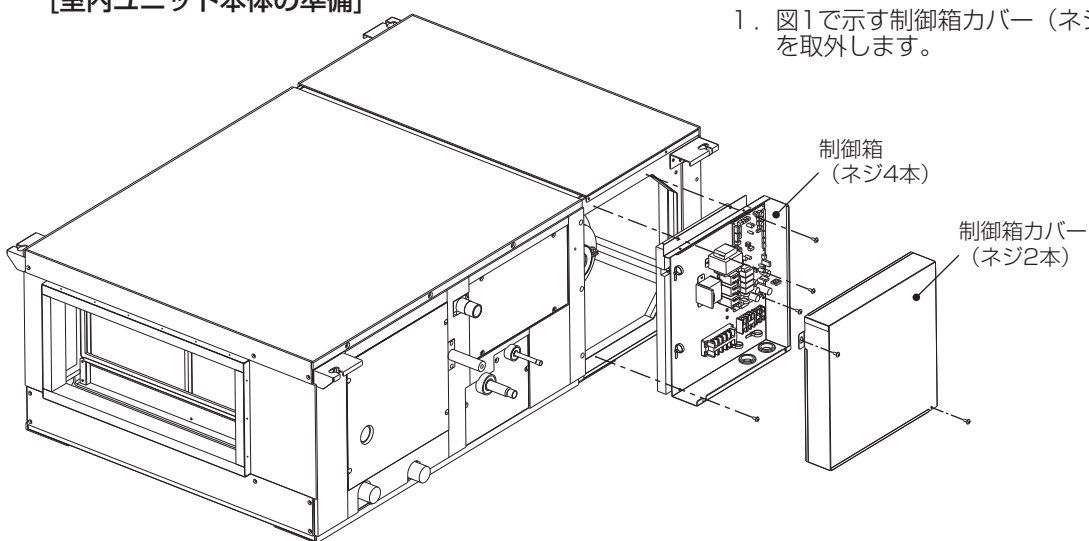

図1
1. 図1で示す制御箱カバー（ネジ2本）、制御箱（ネジ4本）を取外します。